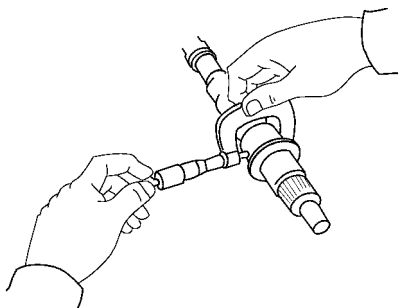

图 10-14 用千分尺测量输出轴轴颈的外径
3) 使用千分尺测量输出轴轴颈外径, 如图 10-14 所示。